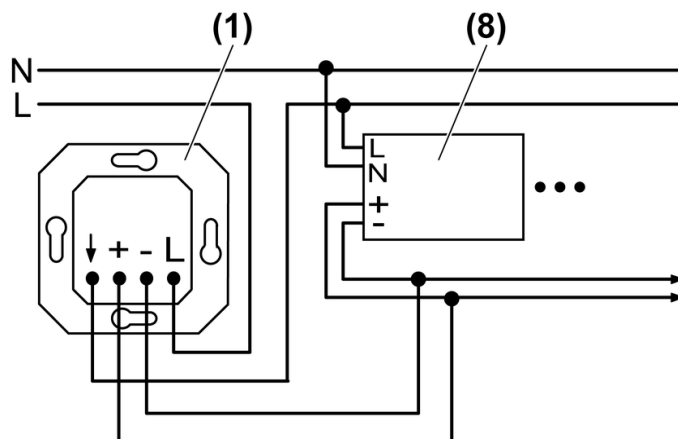

Рис. 2: Схема подключения потенциометра с функцией выключателя
(1) Электронный потенциометр
(8) Устройства управления лампами с интерфейсом на 1-10 В, ЭПРА
(9) Дополнительное устройство вспомогательной зоны, кнопочный выключатель
- Подключение электронного потенциометра с функцией выключателя производится в соответствии со схемой (Рис. 2)